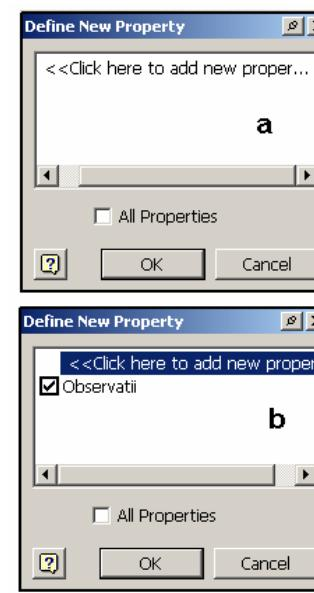

Figura 5.9.11.
- în fereastra **Define New Property** se punctează linia „**Click here to add new property**”, figura 5.9.11.a;
- se introduce numele noii proprietăți: „**Observatii**” și se apasă **Enter**; proprietatea fiind adăugată în listă, figura 5.9.11.b;